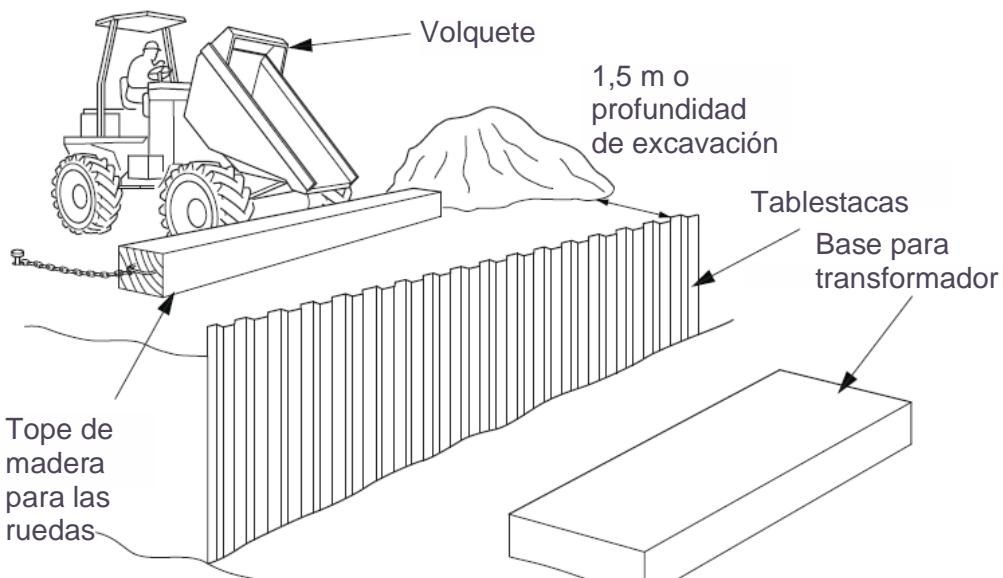

Fig. 3
- 5) Para evitar que los vehículos, por ejemplo, los camiones volquete se vuelquen en la excavación debe facilitarse un tope para las ruedas. Véase fig. 3
- 1) Deben existir paradas de vehículos para evitar que estos accedan a la excavación por error. Véase fig. 3